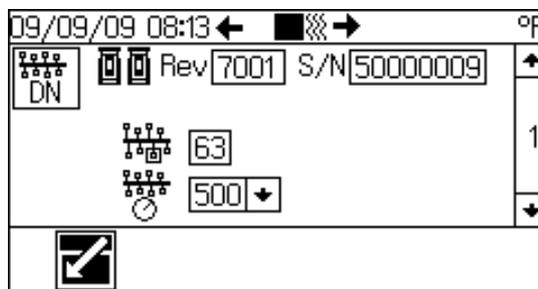

ABB. 10: Geräteadresse
2.   drücken, um zum Bildschirm 1 zu navigieren. Siehe ABB. 10.